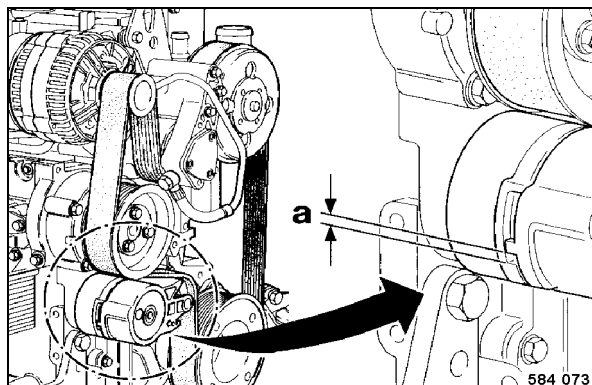

fig. 154
- Mesurer la distance entre le nez du bras tendeur mobile et le carter fixe du tendeur (fig. 154).